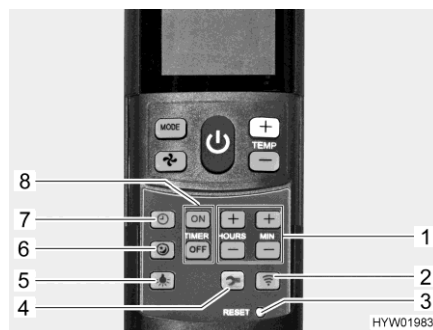

Fig. 237 Mando a distancia con teclas de ajuste (instalación de aire acondicionado)
- Pulsar la tecla Marcha suave (Fig. 237,6). Entonces, el ventilador funcionará a baja velocidad en el funcionamiento de refrigeración y, de esta manera, de modo particularmente silencioso.
- Pulsar la tecla Hora (Fig. 237,7).
- Ajustar las horas y los minutos con las teclas (Fig. 237,1).
- Pulsar la tecla "ON" (Fig. 237,8).
- Pulsar las teclas para el ajuste de la hora (Fig. 237,1) hasta que se haya alcanzado el lapso de tiempo hasta la conexión.
- Pulsar la tecla "OFF" (Fig. 237,8).
- Pulsar las teclas para el ajuste de la hora (Fig. 237,1) hasta que se haya alcanzado el lapso de tiempo hasta la desconexión.
- Volver a pulsar la tecla "ON" o la tecla "OFF" (Fig. 237,8).
- Pulsar la tecla Luz (Fig. 237,5). La iluminación será conectada con el nivel de atenuación ajustado más recientemente.
- Pulsar la tecla Luz (Fig. 237,5) y mantenerla pulsada hasta que se alcance la luminosidad deseada.
- Pulsar la tecla Luz (Fig. 237,5).
- ▷ La tecla Instalación (Fig. 237,4) se usa para conectar el mando a distancia con la instalación de aire acondicionado durante la primera puesta en funcionamiento.